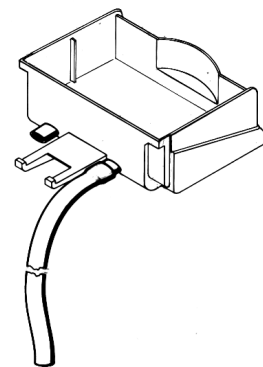

figura 1
**7** Il cassetto raccogliocce è dotato di due attacchi di drenaggio con diaframma. Nel caso si desideri lo svuotamento continuo del cassetto, perforare il diaframma (ad esempio con un cacciavite) di uno dei due attacchi di drenaggio e collegarlo ad un tubo di scarico (vedere figura 1).